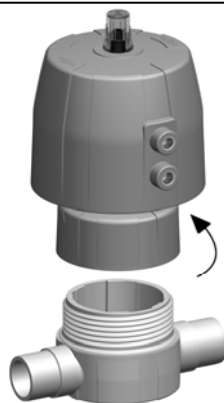

Abb. 13
- ▶ Gehäusemutter aufschrauben, siehe Abb. 13. Dazu einen Bandschlüssel/